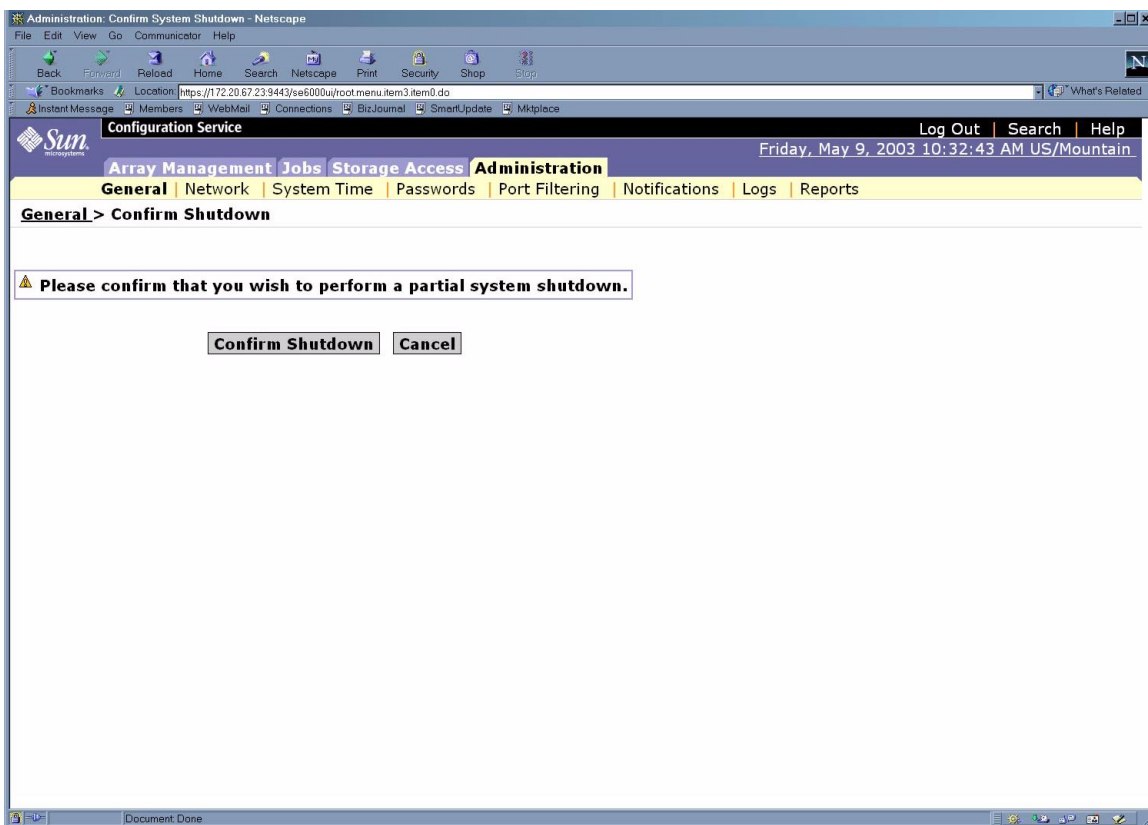

図 B-10 部分停止の確認
4. 図 B-10 に示すような「部分停止の確認」ウィンドウが表示されます。部分停止してもよいことを確認します。